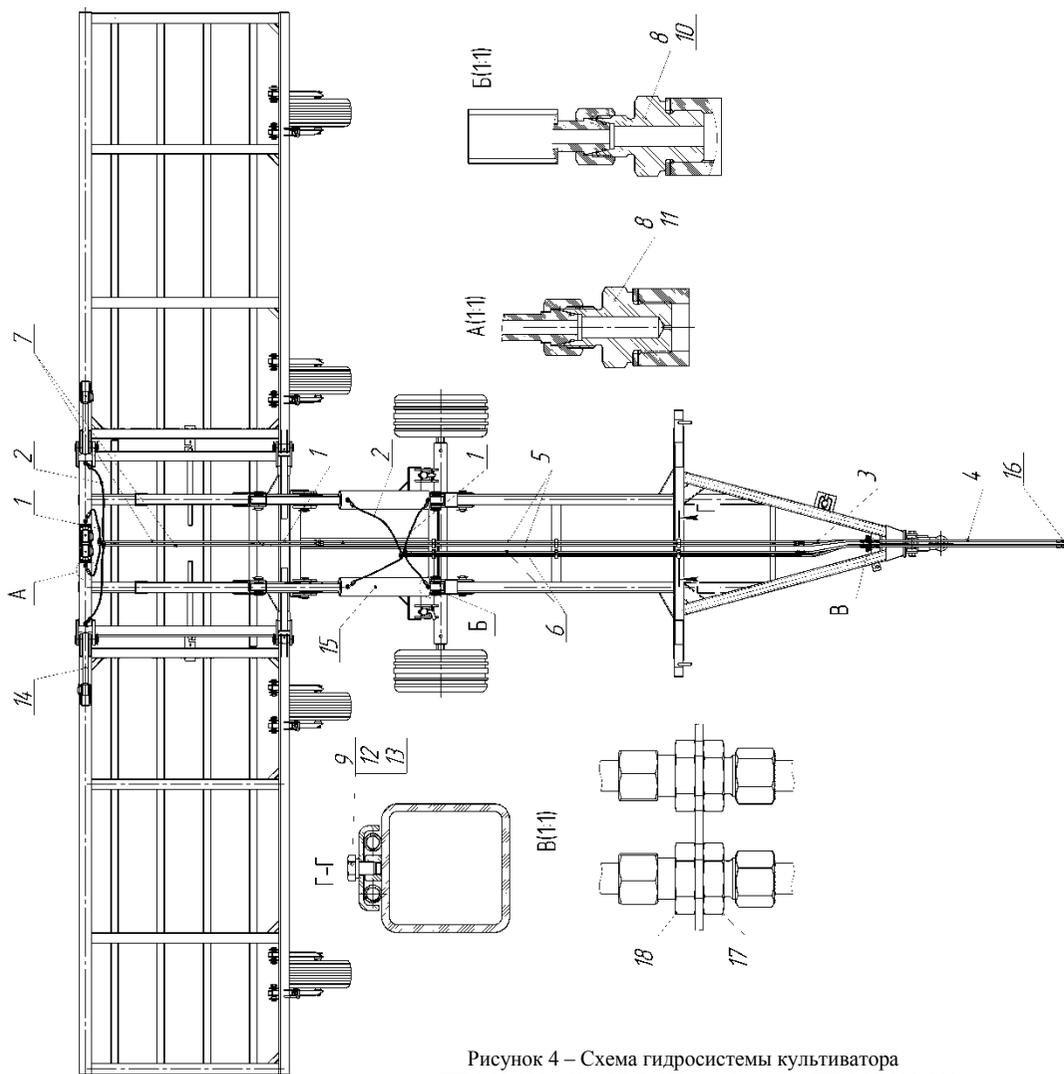

Рисунок 4 – Схема гидросистемы культиватора
Схема гидросистемы – рисунок 4.
4.1.6 Соединить гидромагистраль согласно схемы рис.4.